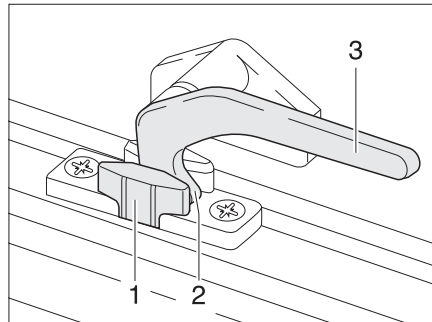

Bild 37 Verriegelungshebel in Stellung "Dauerbelüftung"
- in Stellung "Dauerbelüftung" (Bild 37)
- Den Verriegelungshebel (Bild 37,3) eine viertel Umdrehung zur Fenstermitte hin drehen.
- Den Verriegelungshebel eine viertel Umdrehung zum Fensterrahmen hin drehen. Die Verriegelungsnase (Bild 37,2) dabei in die Aussparung der Fensterverriegelung (Bild 37,1) einfahren.